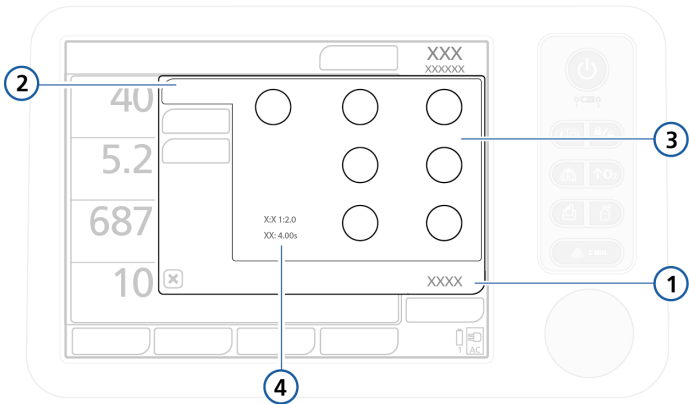

图 4-5. 基础设置、控制窗口
- 除控制设置外，基础窗口还显示由计时控制设置确定的呼吸计时参数；请参阅图 4-5。
1. 打开**控制** -> **基础**窗口（图 4-5）。
当您选择不同模式后，**基础**窗口会自动打开（图 4-5），显示新模式名称及参数设置。查看并确认这些建议的设置，否则将不会接受模式更改。